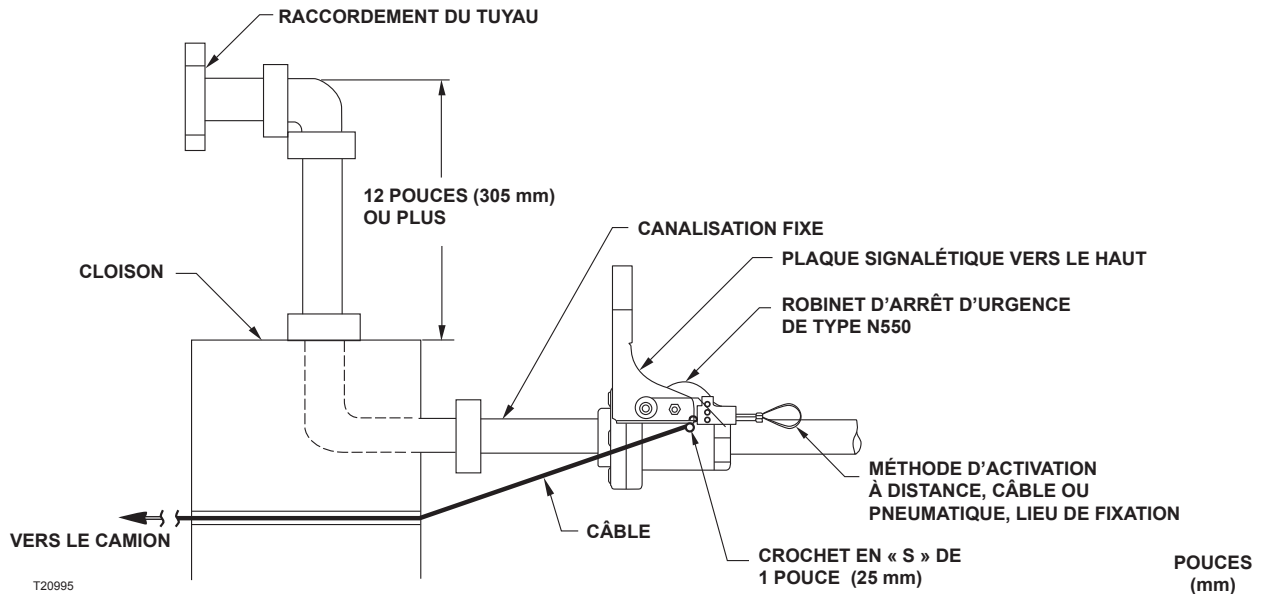

Figure 5. Installation du Câble de Libération par Mouvement (en Option)
1. Connecter un câble de libération approprié, tel qu'un câble d'aviation en acier inoxydable, à un crochet standard en « S ». Attacher le crochet en « S » à la poignée du N550, comme le montre la Figure 5.
2. Le câble doit traverser la cloison juste en dessous et sur le côté du tuyau. Le câble doit être contenu dans le plan défini par le levier de commande. Se reporter à la Figure 5.